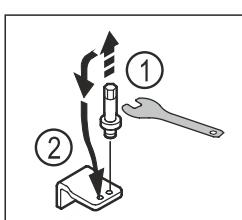

Fig. 18
- Відкрутіть болт нижнього опорного кронштейна за допомогою шестигранного ключа SW5. Fig. 18 (1)
- Вставте болт із протилежного боку. Fig. 18 (2)